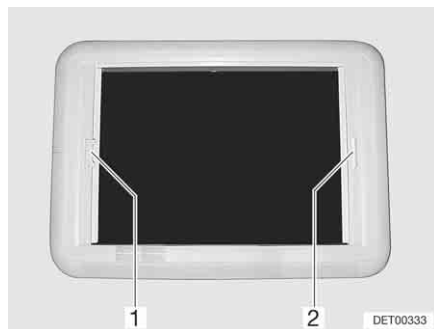

Fig. 77 Oblò Heki, bloccaggio tenda a rullo
*Chiusura:* ■ Tirare l'oscurante a rullo per la maniglia (Fig. 77,2) verso la maniglia contrapposta della zanzariera a rullo (Fig. 77,1) e farlo innestare.
■ Con l'altra mano premere il listello di sblocco in direzione dell'impugnatura tenendo l'impugnatura della zanzariera a rullo (Fig. 77,1). Il bloccaggio si sblocca.
*Chiusura:* ■ Tirare la zanzariera a rullo per la maniglia (Fig. 77,1) verso la maniglia contrapposta dell'oscurante a rullo (Fig. 77,2) e farla innestare.
*Apertura:* ■ Tenere ferma la zanzariera a rullo (Fig. 77,1) con l'impugnatura e premere il listello di sblocco in direzione dell'impugnatura. Il bloccaggio si sblocca.